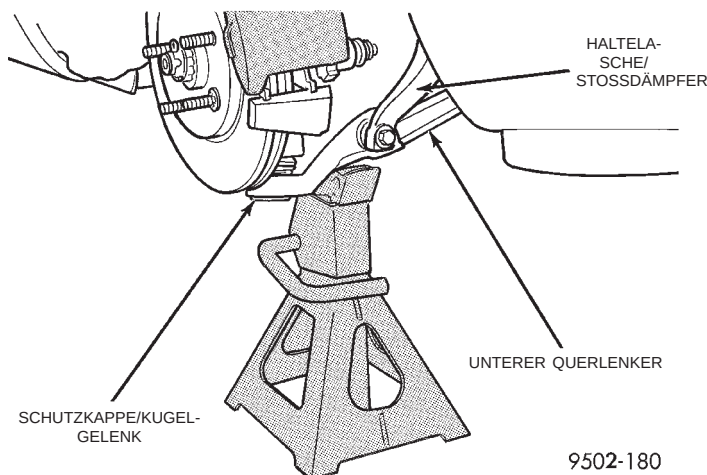

Abb. 10 Unterer Querlenker korrekt mit Unterstellbock abgestützt
ACHTUNG! Beim Abstützen des unteren Querlenkers den Unterstellbock nicht unter die Schutzkappe des unteren Kugelgelenks stellen. Der Unterstellbock muß wie in (Abb. 10) gezeigt unter dem unteren Querlenker stehen.
(7) Einen Unterstellbock unter den unteren Querlenker stellen und Fahrzeug absenken (Abb. 10). Das